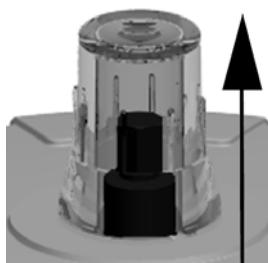

Fig. 12
- ▶ Placer le robinet en position « ouverte » , voir Fig. 12
- Placer le robinet en position « ouverte », voir Fig. 12